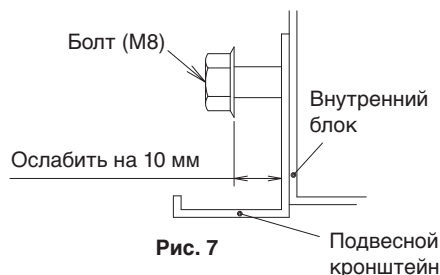

Рис. 7
- Откройте смотровое отверстие со стороны ввода проводки на задней или верхней поверхности и установите имеющуюся в комплекте пластиковую изоляционную трубку (10).
- С обеих сторон отверните по 2 болта (M8) (всего 4 справа и слева) на 10 мм для установки подвесного кронштейна. (См. рис. 7 и 8)